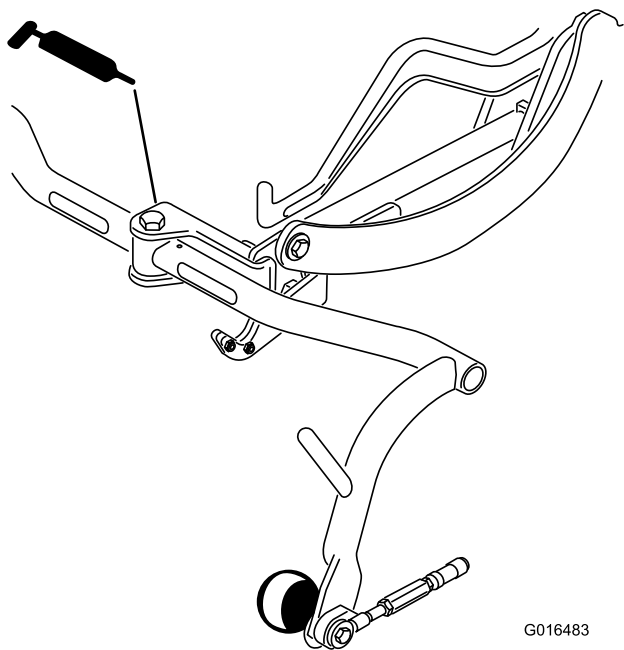

Рисунок 37
- Шарнир несущей рамы (3) (Рисунок 37)